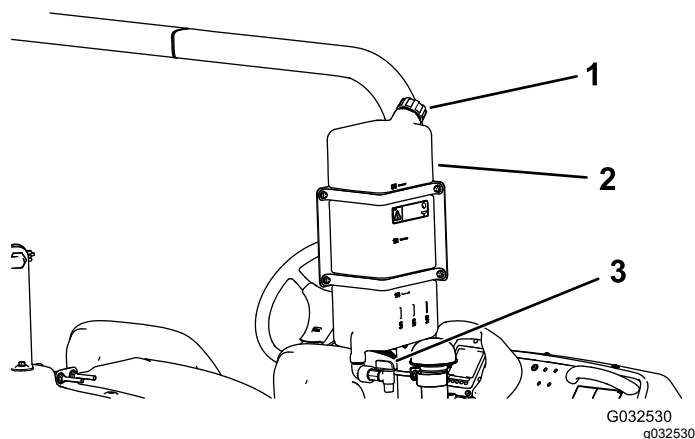

図 23
- タンクに水を入れるには、タンク上面にあるキャップを外し、水を入れて元通りにキャップを取り付けます 図 23。
- コックのレバーをひねれば水が出ます 図 23。